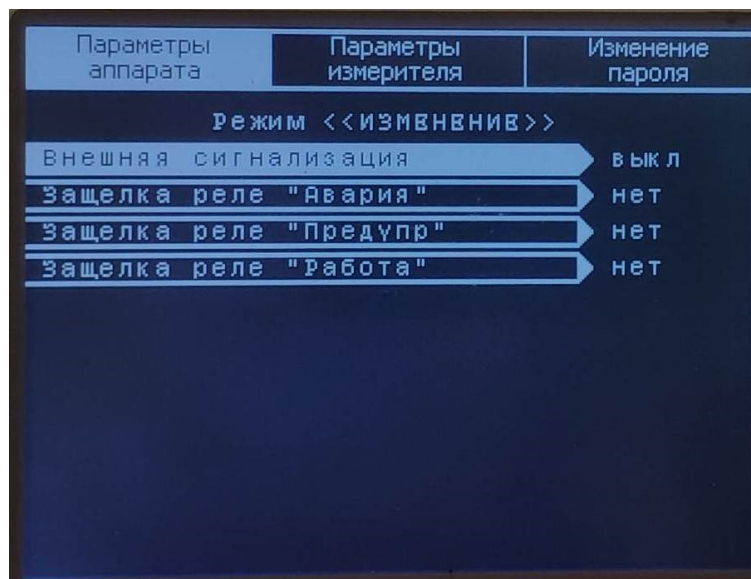

Рисунок 11 – Подраздел «Конфигурация МС»
2.1.3. «Конфигурация МС» - подраздел настроек реле модуля сигнализации МС (см. рисунок 11).